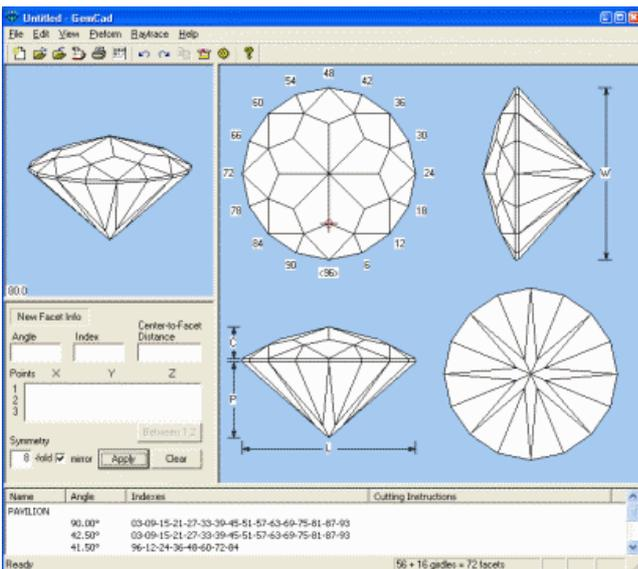

Bild 6
22. Schritt Cursor positionieren wie in Bild 6, linke Maustaste drücken